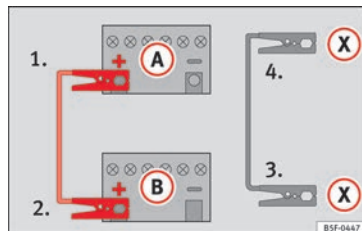

Fig. 193 Esquema de conexión para vehículos con sistema Start-Stop.
– **En los vehículos con sistema Start-Stop:** emborne un extremo del cable *negro* de emergencia **(X)** a un terminal de masa adecuado, a una pieza de metal maciza que vaya atornillada al bloque motor o al mismo bloque motor » fig. 193.